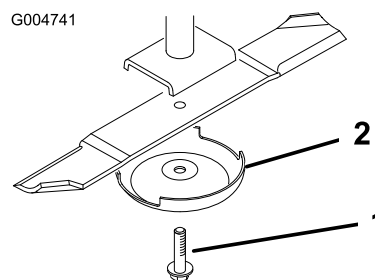

Figure 129
3. Enlevez le boulon, la coupelle de protection et la lame de l'axe de pivot (Figure 129).